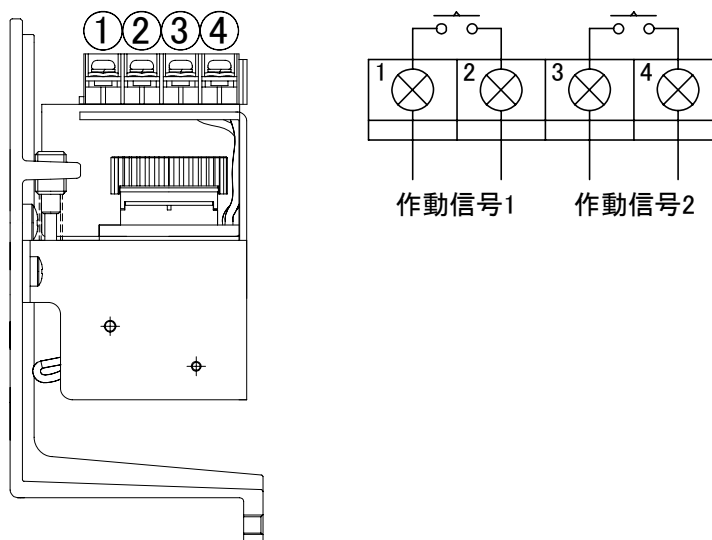

図10. 作動警報用スイッチへの結線方法
作動信号出力(2a接点)として、端子ボックス内に接続端子を設けています。結線は下図10に示す端子番号①-②、③-④に接続してください。